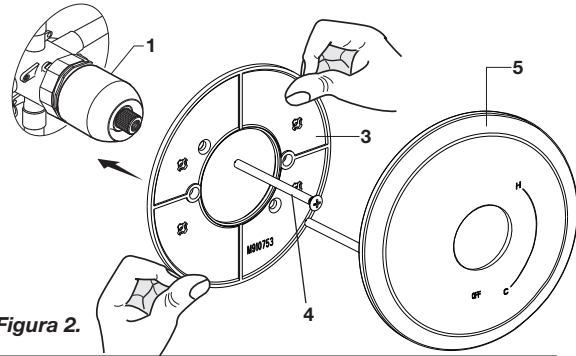

Figura 2.
- **Figura 2.** Empuje la PLACA DE MONTAJE (3) en la TAPA (1) y fije en el cuerpo de la válvula usando los TORNILLOS LARGOS (4).
- **Figura 2.** Empuje el CHAPETÓN (5) sobre la PLACA DE MONTAJE (3).